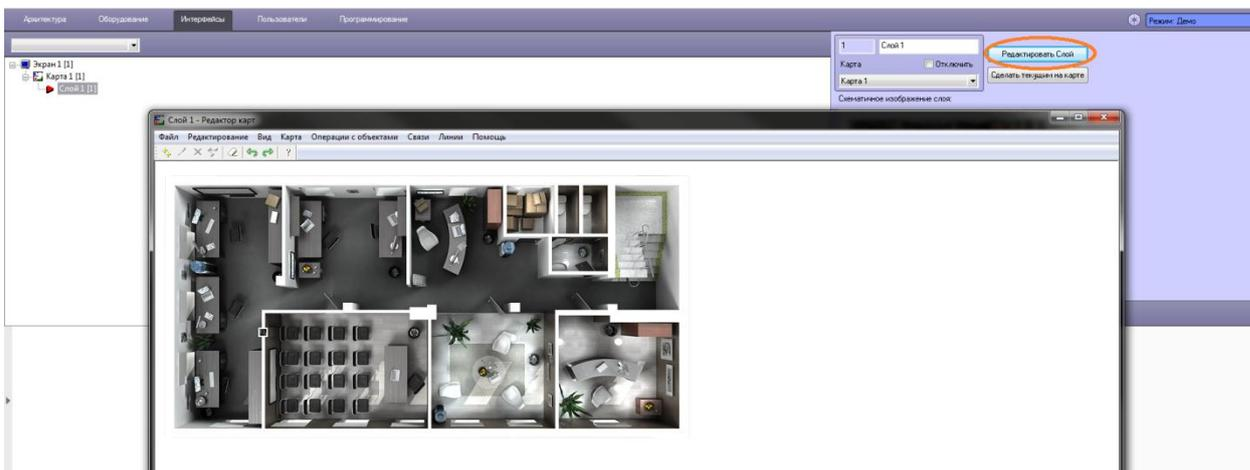

Рисунок 30.5
- на вкладке **Интерфейсы** окна «Настройки системы» на базе объекта Экран создать объект Карта, к объекту Карта добавить объект Слой (Рисунок 30.5). Затем нажать кнопку **Редактировать слой**, в результате откроется окно «Редактор карт» с планом контролируемого помещения.